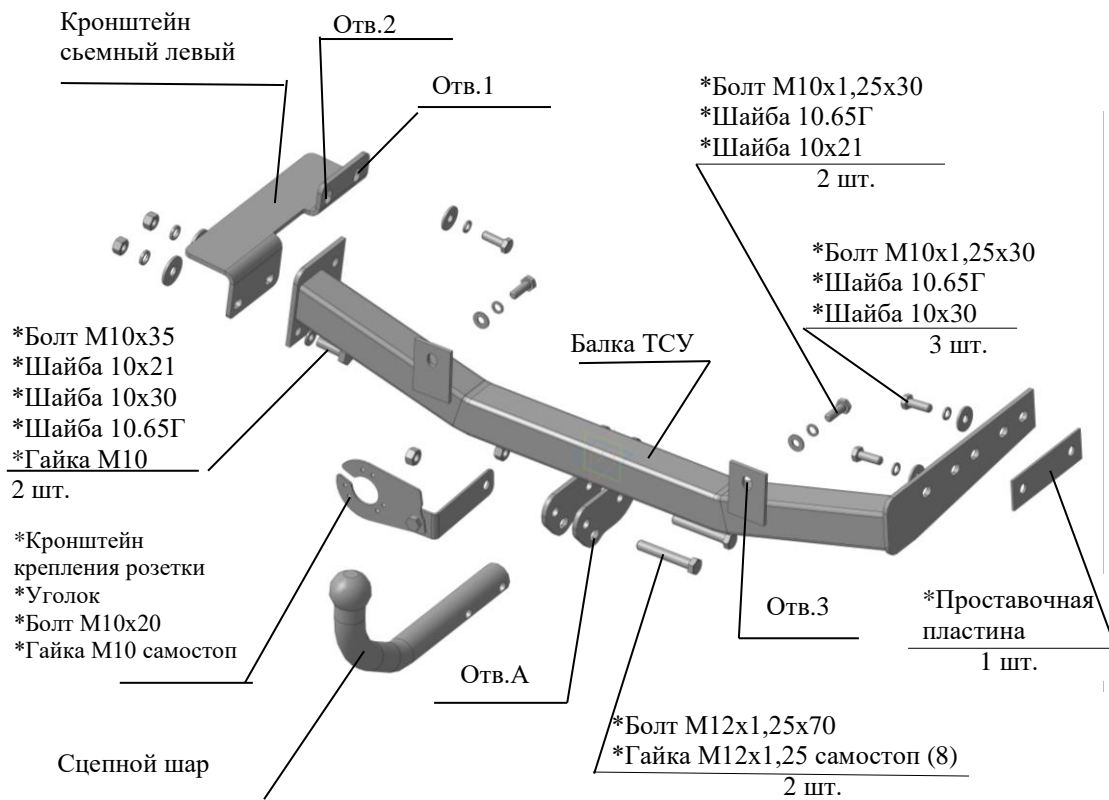

Рис.1 Тягово-сцепное устройство ТСУ 2192 исп.1.
2.1 ТСУ 2192 исп. 1 в сборе (рис.1)	1 шт.
2.2 Пакет с комплектующими (см. рис.1)	1 шт.
4.3 Закрепить ТСУ через отверстия “3” к кузову автомобиля болтами М10х1,25х30, используя гайки штатные, не затягивая крепеж (соответственно рис.1).